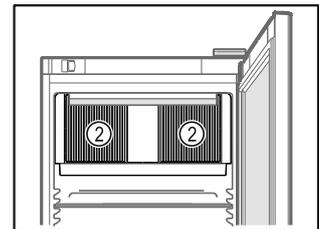

Fig. 59
- Дръжте вентилационните отвори Fig. 59 (2) на циркуляционния вентилатор във вътрешността свободни.